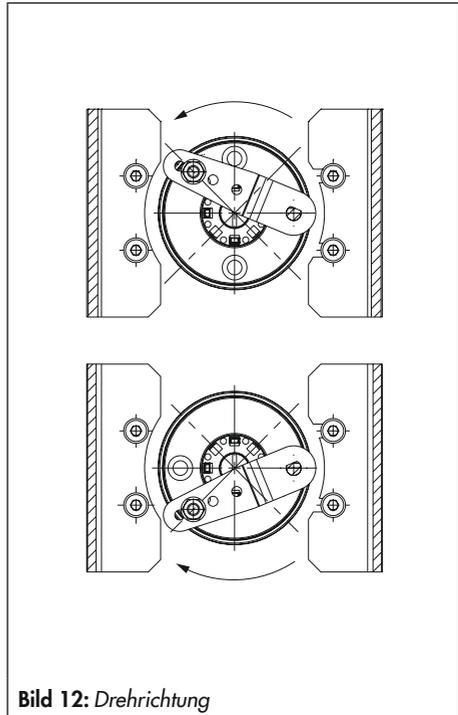
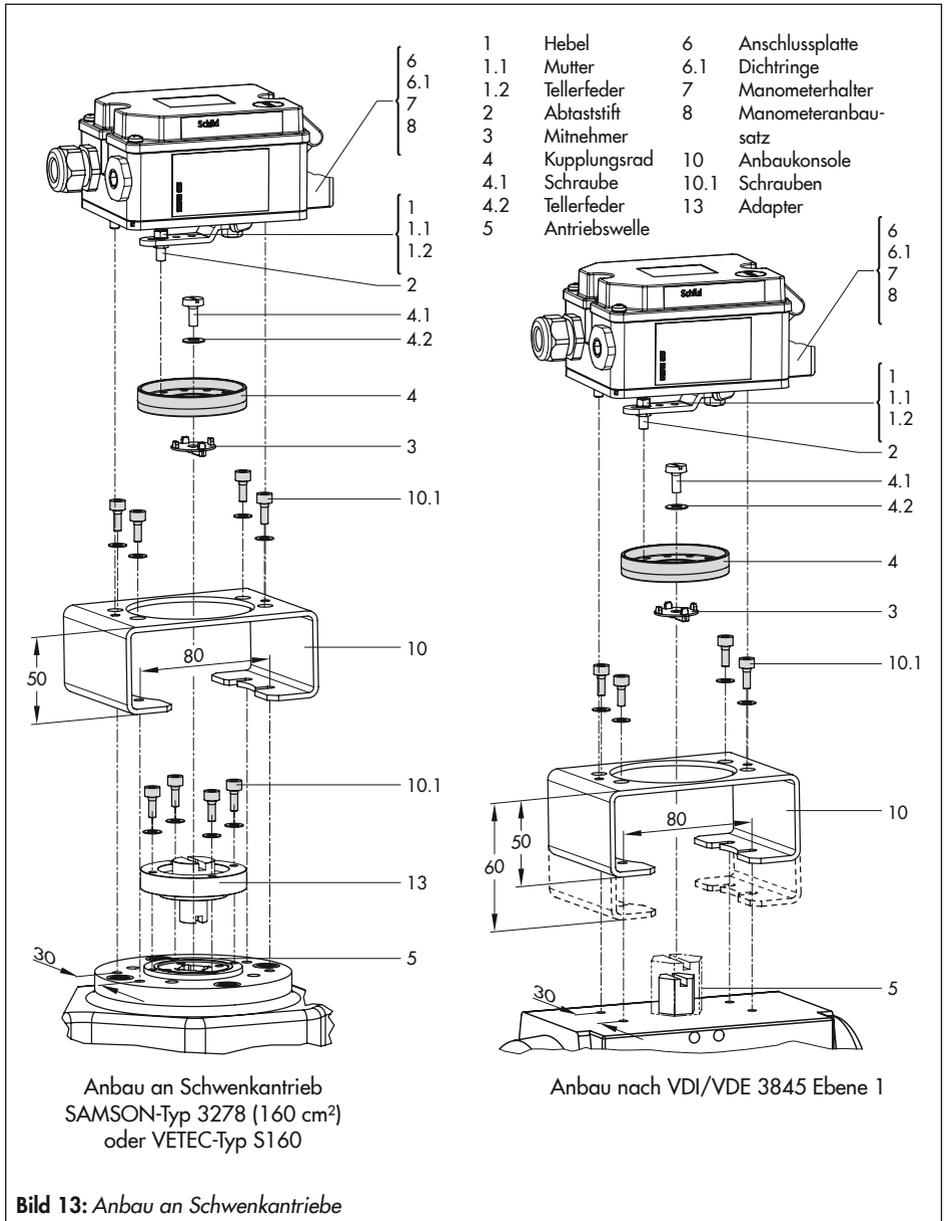

Bild 12: Drehrichtung
Bild 13: Anbau an Schwenkantriebe
1. Mitnehmer (3) auf die geschlitzte Antriebswelle oder den Adapter (13) stecken.
2. Kupplungsrad (4) mit flacher Seite zum Antrieb hin auf den Mitnehmer (3) stecken. Dabei den Schlitz so ausrichten, dass er bei Schließstellung des Ventils mit der Drehrichtung nach Bild 12 übereinstimmt.
3. Kupplungsrad (4) und Mitnehmer (3) mit Schraube (4.1) und Tellerfeder (4.2) fest auf der Antriebswelle verschrauben.
4. Anschlussplatte (6) oder Manometerhalter (7) mit Manometern (8) am Stellungsregler montieren, dabei auf richtigen Sitz der beiden Runddichtringe achten.
5. Anbaukonsole (10) mit vier Schrauben (10.1) am Antrieb befestigen.
6. Am Hebel M (1) des Stellungsreglers den Standard-Abtaststift (2) herausschrauben. Den blanken Abtaststift (Ø5 mm) aus dem Anbausatz verwenden und in der Bohrung für Stiftposition 90° fest verschrauben.
7. Stellungsregler auf die Anbaukonsole (10) aufsetzen und festschrauben. Dabei den Hebel (1) so ausrichten, dass er unter Berücksichtigung der Drehrichtung des Antriebs mit seinem Abtaststift in den Schlitz des Kupplungsrad (4) eingreift (Bild 13).
- Der Hebel (1) muss bei halbem Drehwinkel des Schwenkantriebs parallel zur Längsseite des Stellungsreglers stehen.
8. Skalenschild so auf das Kupplungsrad (4) kleben, dass die Pfeilspitze die Schließstellung anzeigt und im eingebauten Zustand des Ventils gut sichtbar ist.